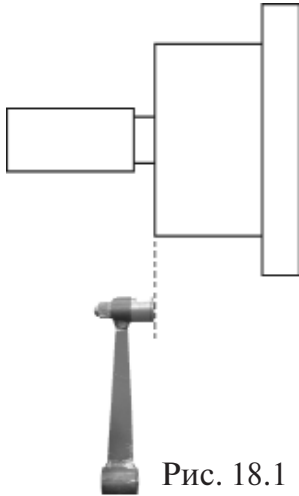

Рис. 18.1
18.2. Калибровка устройства измерения дистанции. Для оценки погрешности устройства ввода дистанции выдвиньте штангу ввода параметров и уприте ее палец в задний торец фланца вала, как показано на рис. 18.1. При этом на индикаторах 1 отображается символ А, а на индикаторах 4 величина введенной дистанции. Если величина дистанции на индикаторах 4 не равна $4,5 \pm 0,2$, то устройство ввода дистанции требует калибровки.